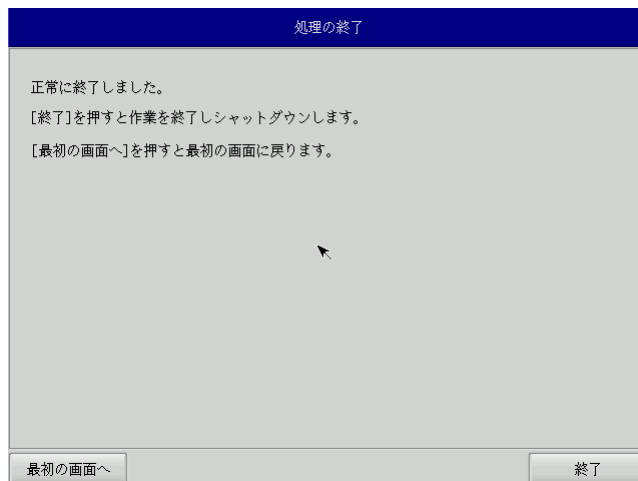

図 5-5-6. 終了画面
- ⑪ 終了画面（図 5-5-6）が表示されるとシステム復旧作業は完了です。[終了]ボタンを押して電源を落とし、DVD ドライブ、保存メディアを外します。